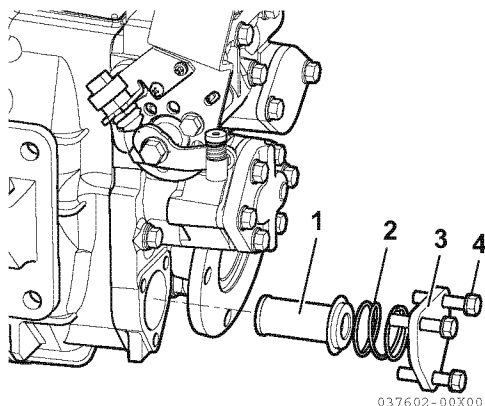

Figure 2
4. Retirez les trois boulons M8 x 40 (4, **Figure 2**) et les rondelles.
5. Retirez le couvercle (3, **Figure 2**), le ressort (2, **Figure 2**) et la crépine (1, **Figure 2**).
*Remarque: La crépine (1, **Figure 2**) doit être lavée avec de l'huile propre à chaque fois que l'huile est changée.*